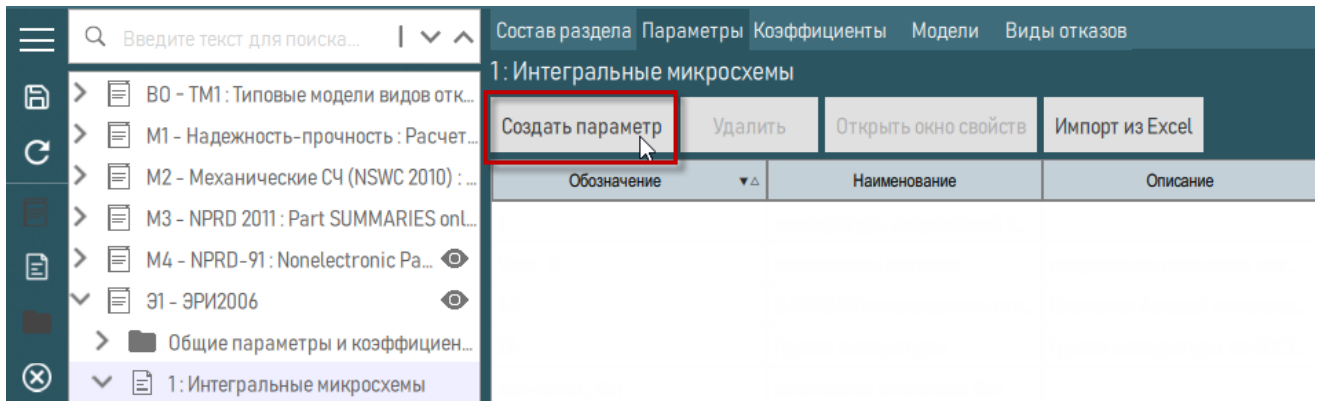

Рисунок 82 – Создание параметра
- 2) На панели инструментов в правой рабочей области нажать кнопку «Создать параметр» (рисунок 82).